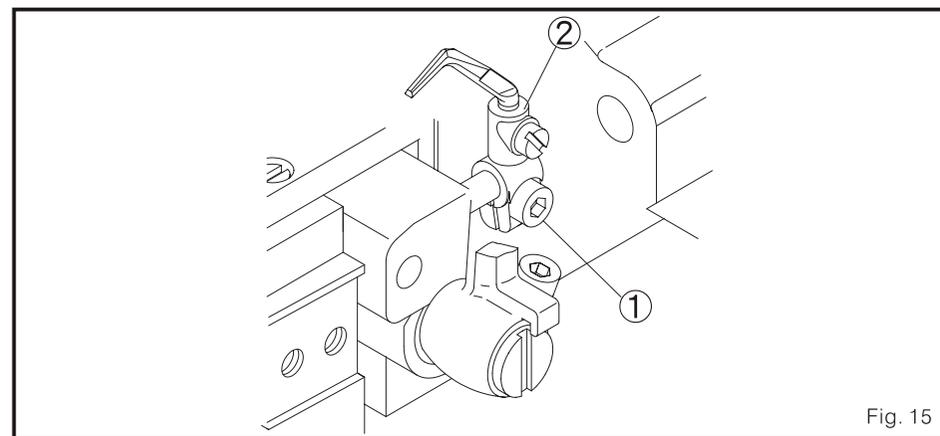

Fig. 15
- (2) poder o ajustar espaço de forma que isto é de 0-0.5 mm, por favor solte o parafuso 1, e mova o apoio do protetor de agulha 2 de atrás e à frente. (Fig.. 15)